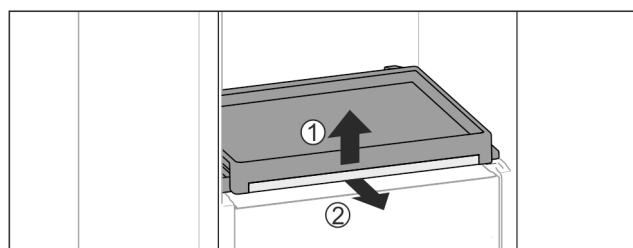

Fig. 178
- Sortir la bordure télescopique avec la tablette : Soulever légèrement la tablette par l'avant Fig. 178 (1) et la sortir vers l'avant Fig. 178 (2).